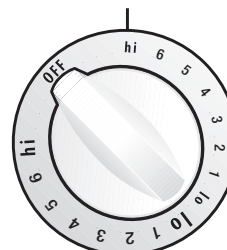
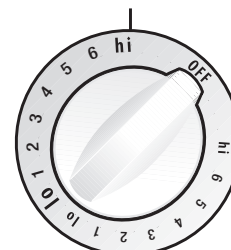

Figure 2
Figure 3
Certains modèles possèdent 1, 2, 3 ou 4 éléments radiants doubles. Les niveaux de chaleur sont ajustés à l'aide d'un bouton de commande spécial à deux séries de graduations. Avec de petits ustensiles, utilisez les petits caractères (Figure 2); seule la petite surface intérieure chauffera (Figure 4). Pour chauffer de grands ustensiles servez-vous des graduations à gros caractères (figure 3); toute la surface du foyer chauffera alors (Figure 5).
2. Enfoncez et tournez le bouton de commande vers la gauche (Figure 2) pour utiliser de petits ustensiles ou vers la droite (Figure 3) pour utiliser des ustensiles plus grands.
4. Lorsque la cuisson est complétée tournez le bouton de commande à la position OFF (arrêt) avant de retirer l'ustensile de l'élément. **Note:** Le témoin lumineux de surface chaudes situé sous la surface en vitrocéramique s'allume lorsqu'un ou plusieurs éléments deviennent chauds et **RESTE ALLUMÉ** jusqu'à ce que la surface de cuisson en vitrocéramique soit refroidie de façon MODÉRÉE. Le témoin lumineux peut demeuré allumé même si le bouton de commande est à la position OFF (arrêt). **Note:** Voir la figure 2 de la page 5 pour les réglages recommandés.